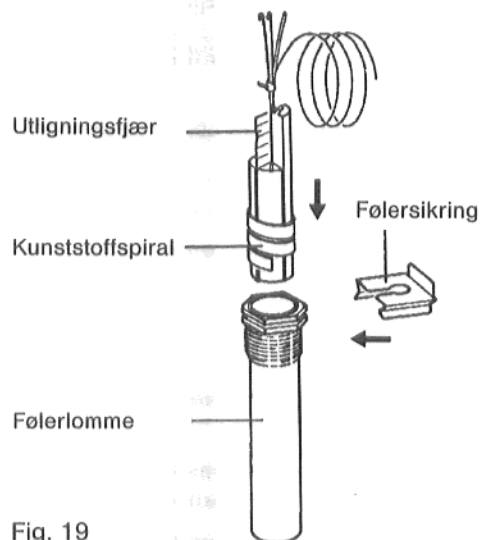

Fig. 19
9.12 Kunststoffspiralen – som holder sammen følerne – skyves automatisk tilbake ved innsettingen (Fig. 19).